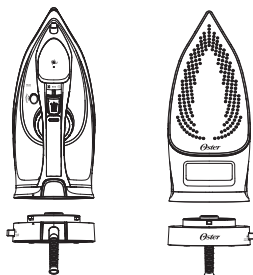

Figura 3
3. Para usar pela primeira vez, **ESPERE** até que a luz indicadora fique verde e sem piscar; o ferro estará pronto para ser usado. Segure o ferro e retire-o da base de aquecimento (Figura 3).